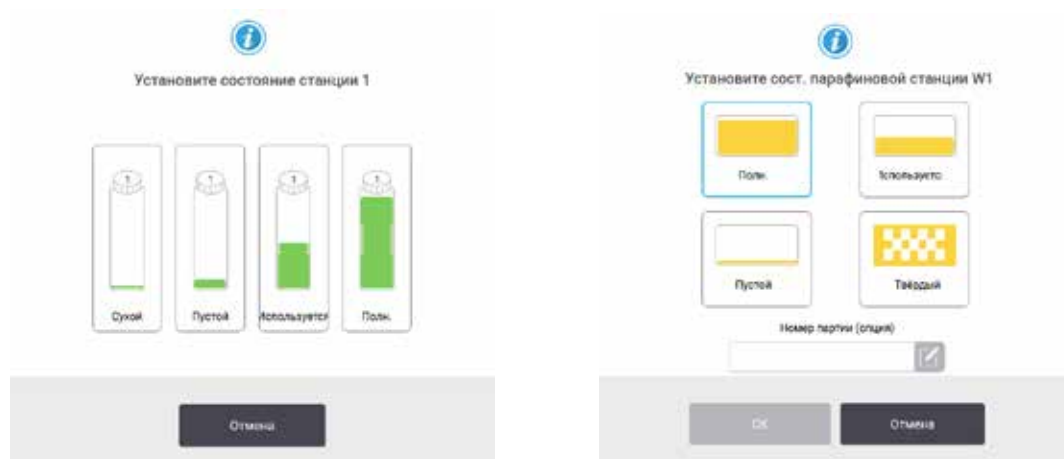

Рис. 73
3. Нажмите соответствующий значок в открывшемся диалоговом окне (→ Рис. 73).